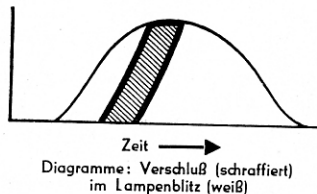

Abb. 9
- Man läßt den gesamten Verschluss innerhalb der Blitzdauer ablaufen. Das wird als M-Synchronisation oder „Vollsynchronisation“ bezeichnet, siehe Abbildung 9 Kabelanschluß bei M (bzw. V).